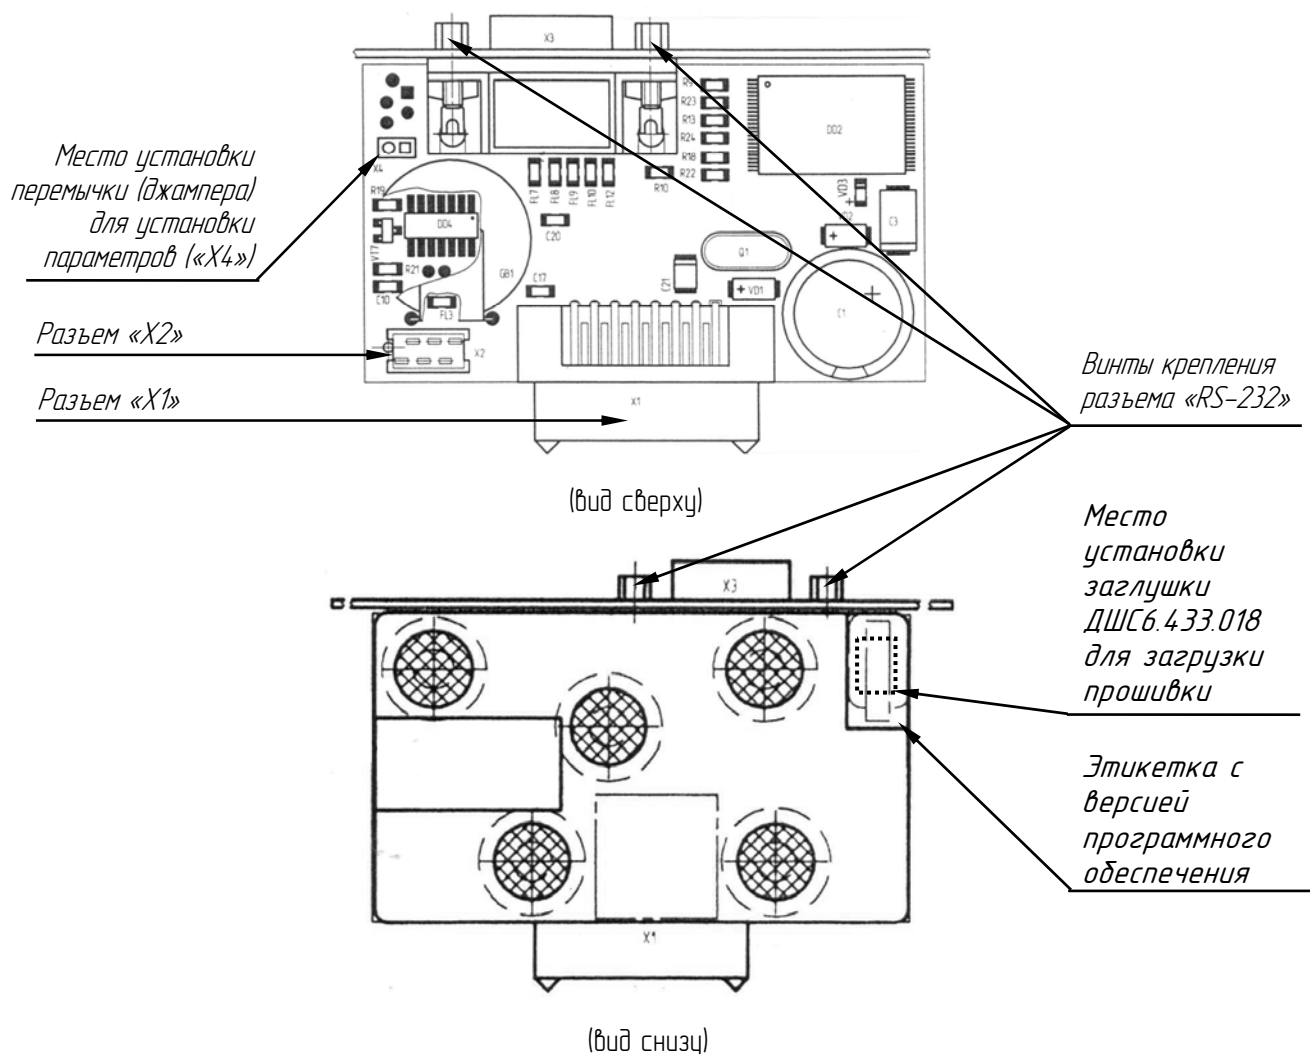

Рисунок 4.2 – Виды контроллера фискального ДШС3.093.269
- снять планку контроллера ДШС3.093.269, отвинтив винты крепления разъема «RS-232» (см. рисунок 4.2);
- установить заглушку ДШС6.433.018 для загрузки прошивки контроллера (см. рисунок 4.2), предварительно сняв этикетку с версией программного обеспечения;
- подключить жгут контроллера ДШС6.641.225 к контроллеру (разъем «X2») (см. рисунок 4.2);
- установить перемычку на разъем «X4» (см. рисунок 4.2);
- наклеить на контроллер этикетку с версией программного обеспечения ДШС8.824.402-02 (см. рисунок 4.2);